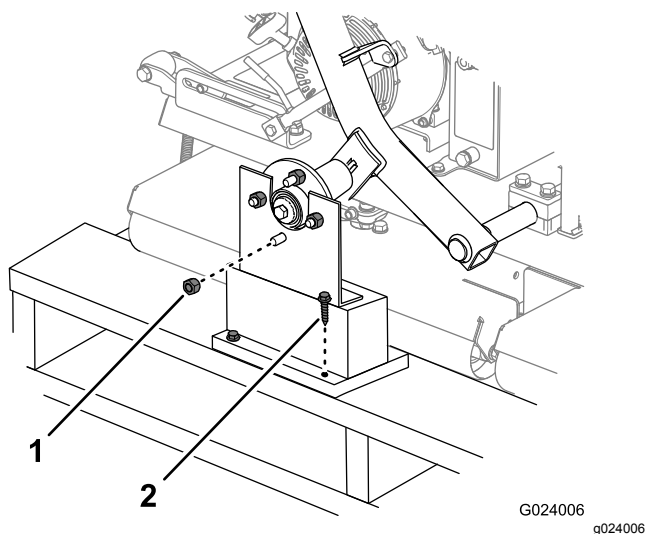

Figura 3
1. Rimuovete i dadi ad alette che fissano i mozzi delle ruote alle staffe di spedizione (Figura 3). Rimuovete inoltre i dadi avvitati sul prigioniero di ogni mozzo della ruota.